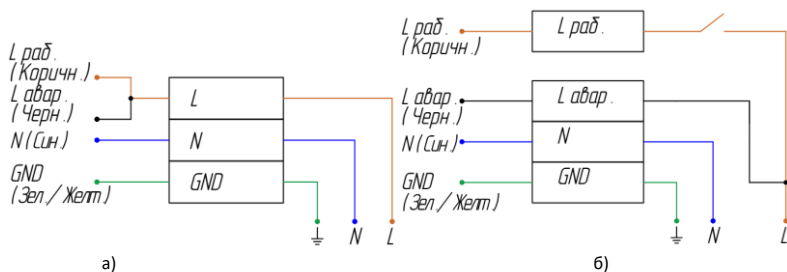

Рисунок 10 — Схема подключения аварийного светильника:
5.4.4. Если предполагается включать и выключать светильник в рабочем режиме, присоедините фазный рабочий провод (Л.раб.) к клемме Л.раб. через выключатель (см. рисунок 10, б). В данном случае возможно включение/отключение рабочего освещения через выключатель. В случае возникновения аварийного отключения электроэнергии светильник автоматически перейдет в аварийный режим при любом положении выключателя.
6.1.6. Если предполагается включать и выключать светильник в рабочем режиме, присоедините фазный рабочий провод (Лраб.) к клемме Лраб. через выключатель (см. рисунок 10, б). В данном случае возможно включение/отключение рабочего освещения через выключатель. В случае возникновения аварийного отключения электроэнергии светильник автоматически перейдет в аварийный режим при любом положении выключателя.
6.2.7. Если предполагается включать и выключать светильник в рабочем режиме, присоедините фазный рабочий провод (Лраб.) к клемме Лраб. через выключатель (см. рисунок 10, б). В данном случае возможно включение/отключение рабочего освещения через выключатель. В случае возникновения аварийного отключения электроэнергии светильник автоматически перейдет в аварийный режим при любом положении выключателя.